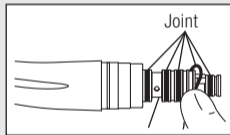

Fig. 46
- Lors de l'insertion de nouveaux joints, vérifiez qu'ils sont insérés dans les rainures adéquates (Fig. 46).